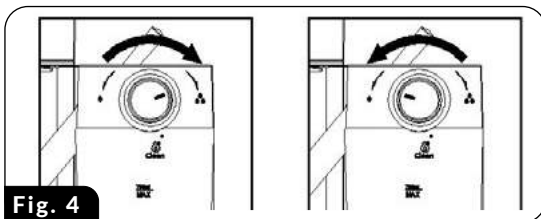

Fig. 4
ATTENZIONE! Prima di preparare il caffè CAPPUCCINO, regolate la quantità di latte schiumoso in base alle vostre preferenze ruotando la manopola di dosaggio (23) verso sinistra per aggiungere più schiuma o verso destra per ridurre la quantità di schiuma (Fig.4). È inoltre possibile regolare l'intensità della schiuma durante il processo di schiumatura.
ATTENZIONE! Prima di preparare il caffè LATTE, regolate la quantità di latte schiumoso in base alle vostre preferenze ruotando la manopola di dosaggio (23) verso destra per aggiungere più schiuma o in senso antiorario per ridurre la quantità di schiuma (Fig.4). È inoltre possibile regolare l'intensità della schiuma durante il processo di schiumatura.
1. Installare il filtro selezionato (13) nel matraccio (10), riempirlo di caffè e installare il matraccio nella macchina da caffè.
2. Assicuratevi che ci sia una quantità d'acqua adeguata nel serbatoio dell'acqua (15) e nel serbatoio del latte (19) la giusta quantità di latte.